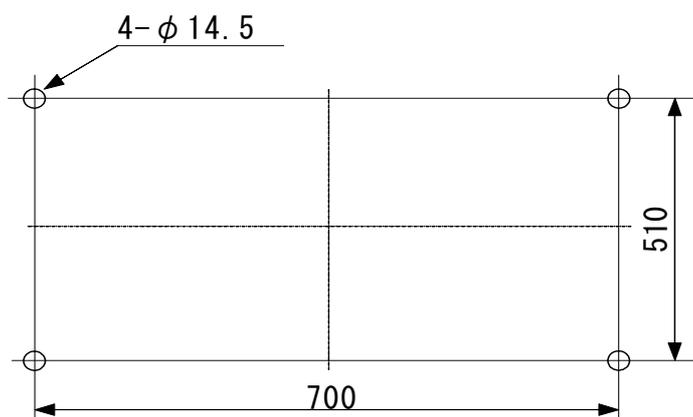

図 1 7 消火ユニット固定アンカー位置
- (1) 型枠の泡放出口取付位置に  $\phi 30$  の円を書き、同心で  $\phi 12$  の穴を開けます。
- (2) コンクリートの付着を防止する為、ヘッドケース内側にグリスを塗ります。
- (3) ヘッドケースを継手に接続し、六角ボルトを用いて型枠で挟み締め付けます (図 1 2 参照)
- (4) ヘッドケース、継手に防食テープを巻きます (図 1 3 参照)。
- (5) コンクリートを流します。
- (6) コンクリート硬化後、六角ボルトを外します。ヘッドケース内に、コンクリートが入り込んでいる場合は、ウエス等を使用して取り除いて下さい。
- (7) アイランド側面をモルタルで後仕上げを施す場合は、ヘッドキャップ部 ( $\phi 40$  以上) を避けて仕上げて下さい (図 1 4 参照)。
- (1) 消火ユニット設置場所が、水平でかつ平らな面であることを確認して下さい。
- (2) 消火ユニット設置場所にアンカー用の穴をあけます。図 1 7 にアンカー用穴の位置を示します。
- (3) 開けた穴にアンカーを打ち込みます。
- (4) 消火ユニットを設置場所に据え付けます。
- (5) 消火ユニットが水平であることを確認し、消火ユニットを M10 のボルトで固定します。